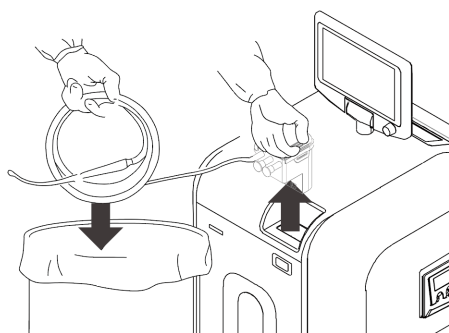

Figure 24 Retrait du Collecteur Jetable et du tube
1. Tout en regardant la jauge d'aspiration sur l'écran principal, tournez le cadran de commande d'aspiration jusqu'au niveau d'aspiration requis (Figure 24).